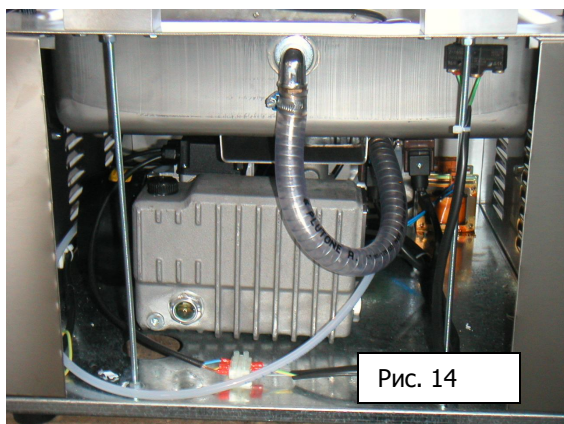

Рис. 14
2. Снимите корпус, как показано на рис. 14.